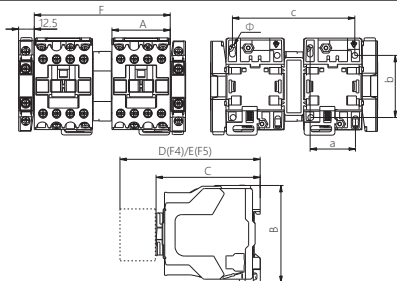

图1 NC1-09(N) ~ 32(N)交流接触器外形与安装示意
2.1 NC1-09(N)~32(N)系列交流接触器安装尺寸、外形尺寸与接线能力, 见图1及表2。型号规格重量见箱贴。